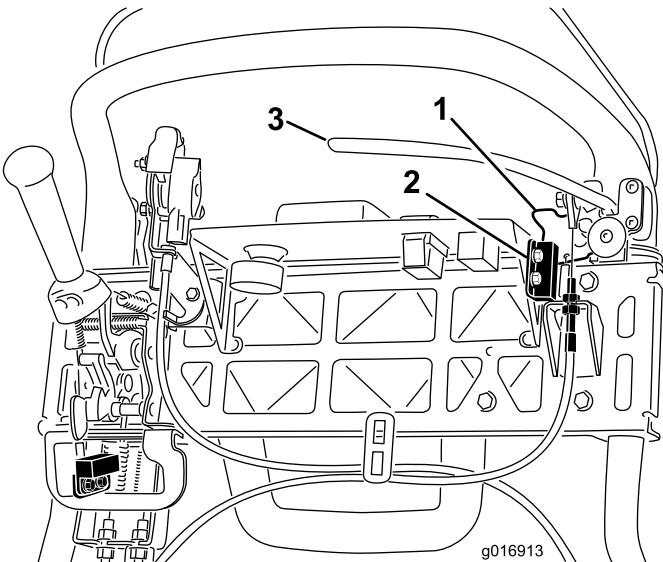

Figura 39
4. Allentate i dispositivi di fissaggio del microinterruttore (Figura 39).
5. Inserite uno spessore di 1,6 mm fra il fermo del freno di stazionamento ed il microinterruttore (Figura 39).
4. Per aumentare la tensione del cavo, allentate il controdado del cavo superiore e serrate il controdado del cavo inferiore (Figura 39) finché non occorre applicare una forza di 156 N sulla stegola della leva del freno per rilasciare il fermo del freno di stazionamento. Non regolate eccessivamente, perché la cinghia del freno potrebbe opporre resistenza.